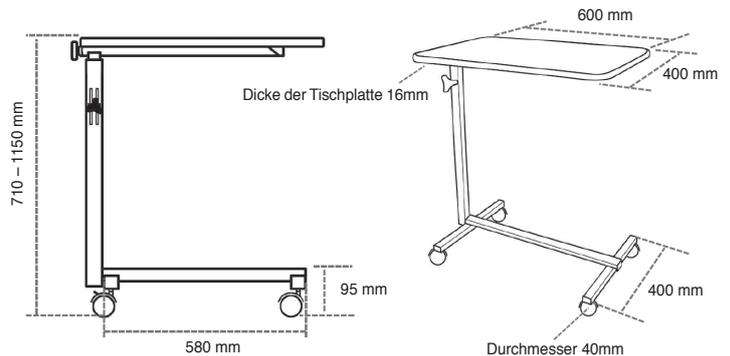

ABBILDUNG 3 Abmessungen
**5 Abmessungen (Maßeinheit: mm) (ⓘ Siehe ABBILDUNG 3)**